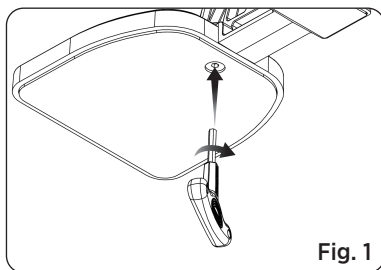

Fig. 1
1. Rikta in de fallskyddade monteringskruvarna med monteringshållet och använd nyckeln för att fästa slipbasen ordentligt på huvudstativet. (Se Fig. 1)